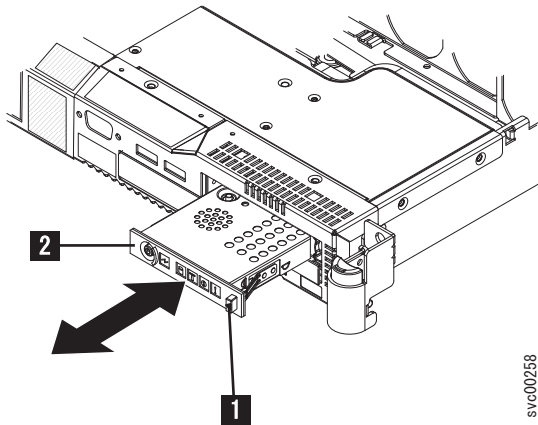

図 226. SAN ボリューム・コントローラー 2145-8G4 オペレーター情報パネル
2. 258 ページの図 226 に示すように、オペレーター情報パネルをスライドさせてケージに入れ、カチッと音をたてて所定の位置（「In」位置）にロックされるまで押し込みます。この作業を行う際に、背面で静かにケーブルを引っ張って通します。